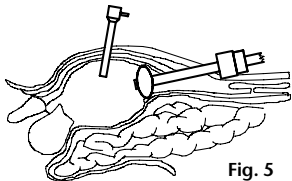

Fig. 5
5. Dopo che lo spazio extraperitoneale è stato dilatato a sufficienza, scaricare l'aria dal palloncino da distensione (bilaterale), previa disconnessione della pompa a pallone, rimuovendo l'endoscopio e aprendo il rubinetto di insufflazione. Se necessario, per l'evacuazione è possibile usare anche l'attacco di aspirazione nero della pompa a pallone. Quindi rimuovere cautamente il sistema palloncino da distensione PAJUNK® (bilaterale), smaltirlo a regola d'arte e sostituirlo con un sistema trocar PAJUNK®, un sistema palloncino strutturale o con ancoraggio ad anello PAJUNK® o un altro strumento idoneo. (Fig. 5)